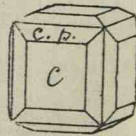

Fig. 63. Cubul cu muchile modificate prin două fețe *cp*.
**Cubul piramidat** ia naștere din cub înlocuind fiecare muche prin două fețe  $cp$ , cub piramidat ; aceste fețe înlocuiesc muchea primitivă printr'o altă muche, fig. 63. Din cele 12 muchi ale cubului se formează astfel 24 fețe.